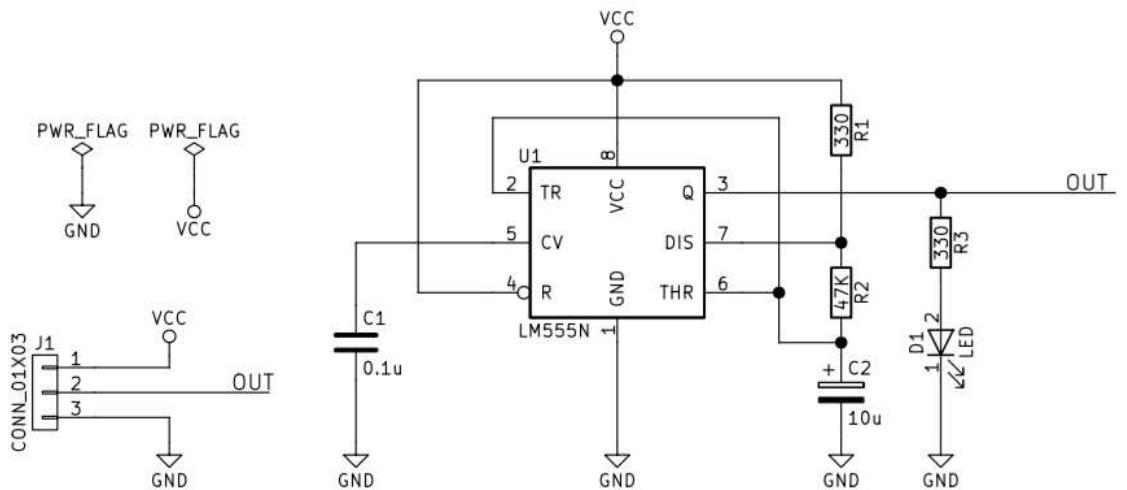

図 E-1
- ① 図 E-1 の演習回路について新規プロジェクトを起こして基板設計をしてください。
- ② 使用するコンポーネント、フットプリントは表 E-1 のとおりです。
- ③ 基板のサイズができるだけ小さくなるように配置配線を工夫してください。
- ④ 100mm×100mm 以下に収まるように面付けしてください。
- ⑤ 面付け基板のガーバーデータ、ドリルデータを出力してください。
- ⑥ ガーバーデータ、ドリルデータが正しく出力されているか確認してください。
- ① 図 E-1 の演習回路を表面実装部品を用いて基板設計してください。
- ② 使用する部品コンポーネントは自分で決めてください。